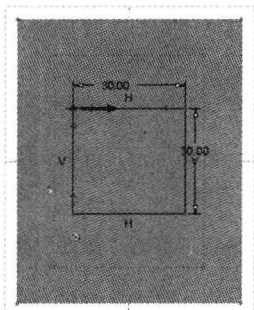

图 5-50 绘制第三个截面
Step 09 在“截面 2”右侧的数值框中输入 60, 并单击“截面”按钮, 进入草绘环境, 单击“草绘”功能区“草绘”面板中的“矩形”按钮, 绘制第三个截面, 如图 5-50 所示。